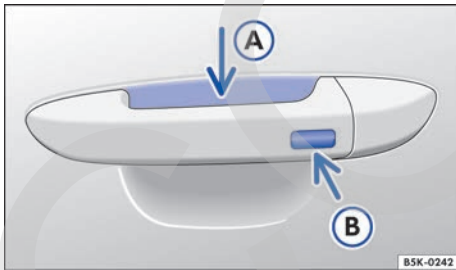

Fig. 75 En la manilla: superficies sensoras.
- Toque la superficie sensora → fig. 75 (A) situada en el lado interior de la manilla de la puerta del conductor o del acompañante.
- Toque la superficie sensora → fig. 75 (B) situada en el lado exterior de la manilla de la puerta del conductor o del acompañante.
- Adicionalmente, antes de que transcurran 5 segundos, toque una vez el sensor del lado exterior de la manilla de la puerta → fig. 75 (B). Al hacerlo, no agarre la manilla.
- Mantenga un dedo durante algunos segundos sobre la superficie sensora → fig. 75 (B) de la manilla de la puerta del conductor o del acompañante hasta que se hayan cerrado las ventanillas y el techo.